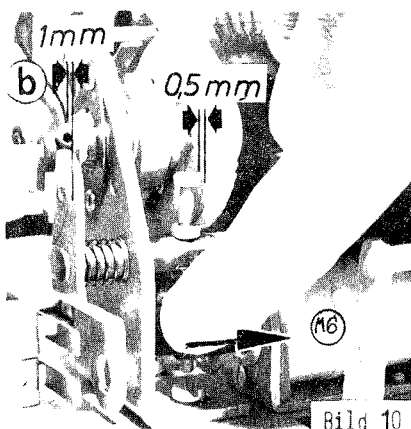

Bild 10
Der Ankerweg des A-Seiten-Magneten M6 (Bild 10) muß so sein, daß zwischen dem Kopf der A-Seiten-Stoppschraube und dem Kegelrad etwa 0,5 mm Luft bleibt. Zur Einstellung die Kontermutter des Magneten lösen, den Anker eindrücken und den Kern entsprechend verstellen.
A-side Solenoid M6: (Bild 10) Adjust stopper core (lock nut, 10 mm spanner) to have a gap of about 0,5 mm between head of stop screw and the back of the bevel wheel when the armature is fully pushed in.
L'armature de l'électroaimant de la face A, M6 (fig. 10) est à régler tel que le jeu entre le goujon d'entraînement et la pince mobile soit de 0,5 mm. Pour cela, dévisser le contre-écrou (clé de 10), enfoncer l'armature et régler le noyau.
3. bei eingedrücktem Anker bei -b-, Bild 10, etwa 1 mm Luft zwischen Stufenwinkel und Steuerscheibe ist, aber andererseits
c) a gap of about 1mm at -b- of Bild 10, between driver bracket and cam, if the M6 armature is fully pushed in, but still leaving
3) Qu'il y ait un jeu de 1 mm'en -b- fig.10 entre le levier et le disque de commande en appuyant sur le levier.